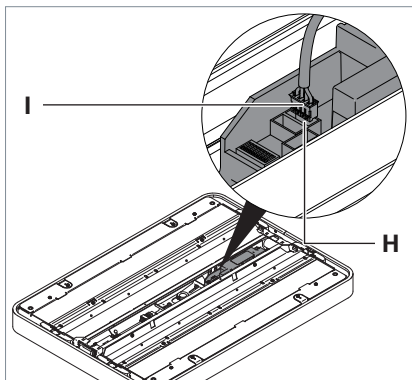

Fig. 10: Leuchtenkopf anschließen, Teil 1.
- Verbinden Sie den Stecker **I** mit der Buchse **H** „Tastm.“ am Leuchtenkopf, siehe Fig. 10.